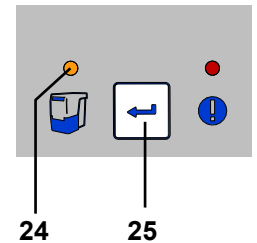

Fig. 11
- ⇒ Pulsar la tecla de confirmación (25) (el contador para la detección del intervalo de tiempo se pone a cero).
- ◆ El indicador de la gaveta de polvo (24) se apaga.
**Si no se vacía la gaveta de polvo, continúa encendido el indicador de la gaveta de polvo (24, Fig. 11). Tras la desconexión / conexión del aparato, se indica de nuevo mediante una señal acústica triple el vaciado de la gaveta de polvo.**